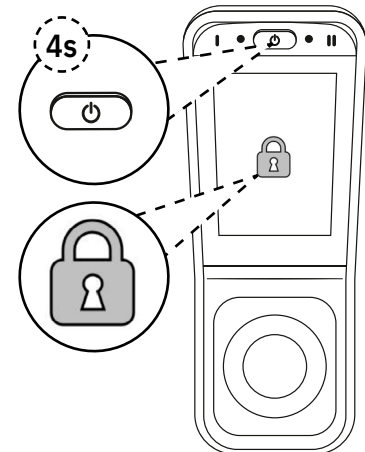

Figure 5.13. Verrouillage des boutons sur LiNX REM400.
2. Pour désactiver le verrouillage des boutons, appuyer sur l'interrupteur principal jusqu'à ce que le symbole de cadenas s'affiche (voir figure 5.13). Appuyer sur le symbole de cadenas en le maintenant enfoncé pendant 10 secondes jusqu'à ce que la fonction de conduite ou d'assise apparaisse.